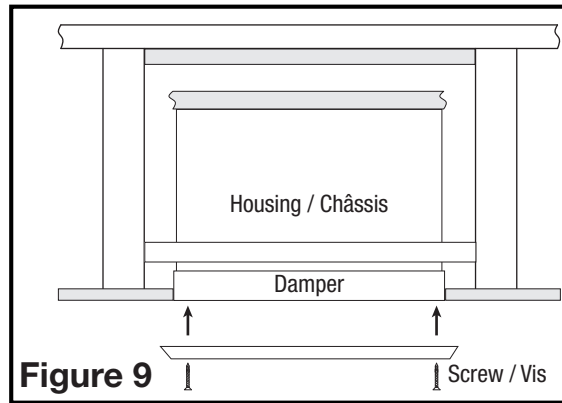

Figure 9
5. Once the ceiling damper is installed and secure, position the metal fan grill in place aligning the two holes in the fan grill with the two extruded holes on the ceiling damper frame. Use the remaining two #8 x 1" screws (white head) to secure the grill onto the fan (Figure 9).
5. Une fois que l'amortisseur de plafond est installé et fixé, positionnez la grille du ventilateur en métal en alignant les deux trous de la grille du ventilateur avec les deux trous extrudés sur le cadre de l'amortisseur de plafond. Utilisez les deux vis n° 8 x 1 po (tête blanche) restantes pour fixer la grille sur le ventilateur (Figure 9).